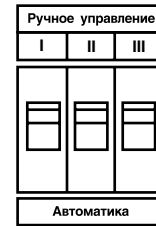

Рис. 12
- переключатель I, II, и III поставить на **автоматический режим** (рис.12)
- переключатели I, II, III (рис.12) поставить на **ручное управление**